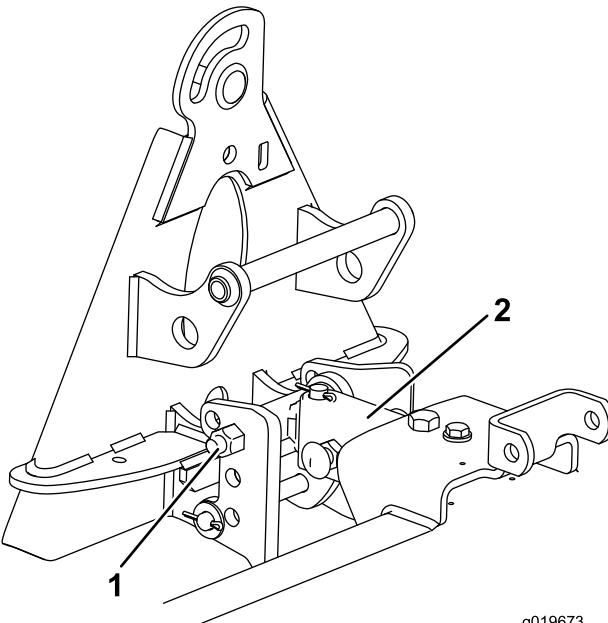

Figura 11
1. Montate il gruppo di attacco nei fori superiori della staffa d'arresto (Figura 11).
2. Allineate il lato più lungo del timone verso l'alto e montatelo sul lato inferiore del gruppo supporto (Figura 11).